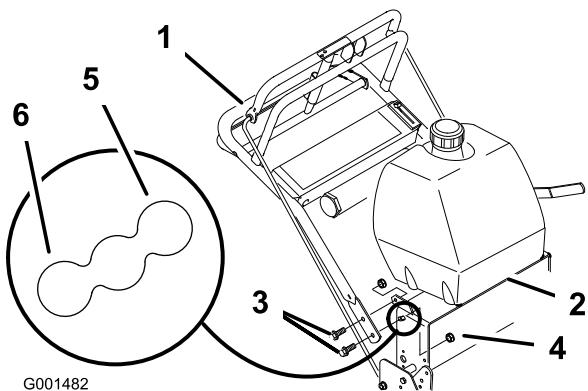

Figura 16
2. Afloje los pernos con arandela prensada y la tuerca con arandela prensada que sujetan el manillar con el bastidor trasero (Figura 16).
3. Quite los pernos inferiores con arandela prensada (3/8 x 1 pulgada) y las tuercas con arandela prensada que sujetan el manillar con el bastidor trasero (Figura 16).